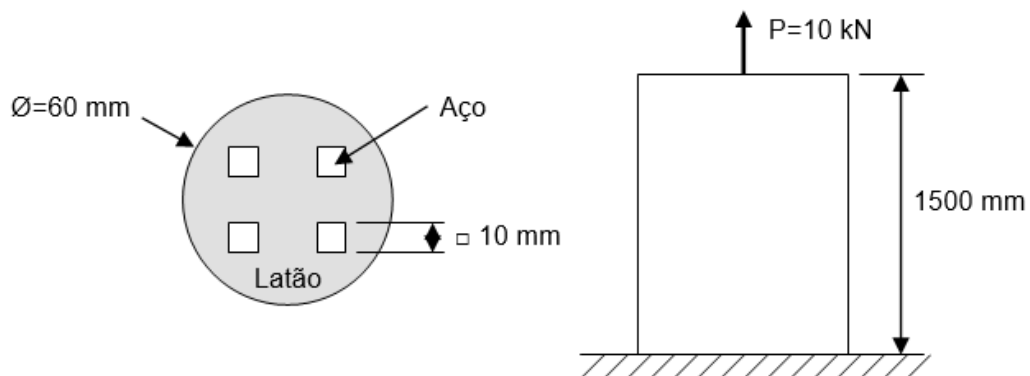

Figura 2.29
2.5.3 A barra da Figura 2.29 é constituída por aço ($E_a = 200 \text{ GPa}$) e por latão ($E_l = 105 \text{ GPa}$), está sujeita a uma força P de 10 kN . Calcule a tensão normal em cada um dos materiais e a sua variação de comprimento (considere que os materiais estão solidários).